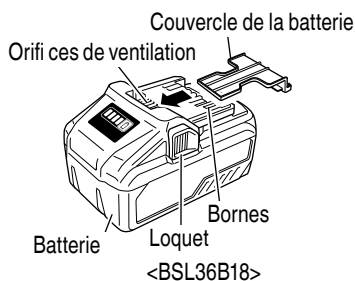

Fig. 4
- **Soit ranger le bloc de pile avec l'outil électrique ou de manière sécuritaire en l'enfonçant dans le couvercle jusqu'à ce que les orifices de ventilation soient dissimulés afin d'éviter les courts-circuits. (Voir la Fig. 4)**